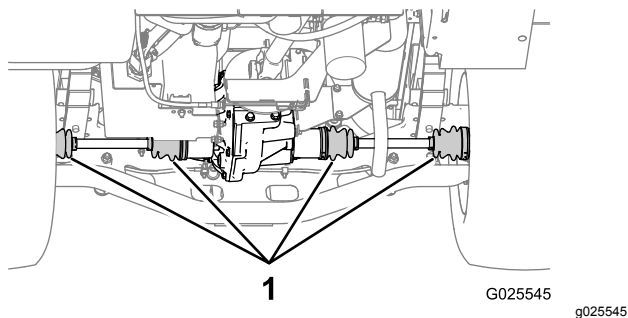

Figure 66
2. Vérifiez si les soufflets de joint homocinétique des essieux arrière sont endommagés ou présentent des fuites de lubrifiant (Figure 66).